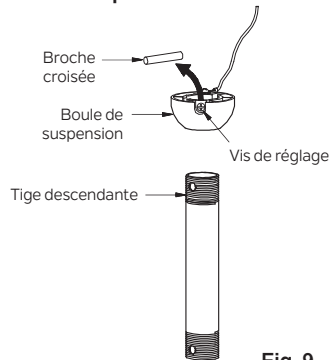

Fig. 9
**Étape 6.** Retirez la boule de suspension de l'assemblage de la tige descendante en desserrant les vis de réglage, en dévissant et retirant la goupille transversale et en dévissant la boule hors de la tige. (Fig. 9)